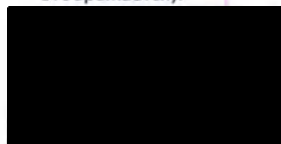

Рисунок 40. Конфигурация значков
2. Перейдите к опции **CONFIGURE ICONS** (КОНФИГУРАЦИЯ ЗНАЧКОВ) и нажмите **Select** (Выбрать) для выбора данной опции. Откроется окно **CONFIGURE ICONS** (КОНФИГУРАЦИЯ ЗНАЧКОВ) (Рисунок 40). Каждый значок в списке может быть настроен на **YES** (ДА) (отображается) или **NO** (НЕТ) (не отображается).